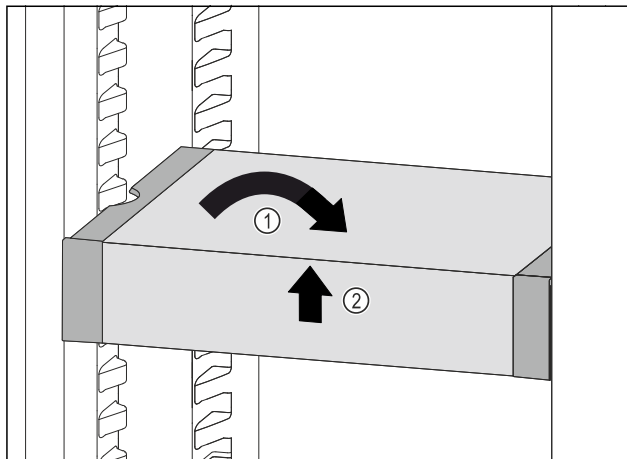

Fig. 74
- ▶ Predal VarioSafe postavite ravno. Fig. 74 (1)
- ▶ Predal VarioSafe dvignite spredaj. Fig. 74 (2)